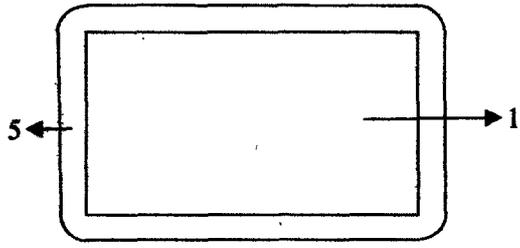
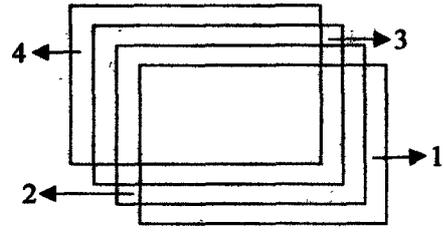

图1
图2
权利要求书1页 说明书3页 附图1页
本发明是利用回收的因液晶显示面板破损而失去显示功能的平板液晶电视或台式电脑液晶显示器创造的新产品,展屏有壁挂式和立式两种款式,壁挂式展屏(图1)是由壳体、底座或挂架、电源线、插头、开关、电源、控制系统、主板、透明玻璃、背板、安装有LCD或LED背光源的封装板及封装组件、展屏组装部件组合构成。
1. 展屏,其特征是,本发明是利用回收的因液晶显示面板破损而失去显示功能的平板液晶电视或台式电脑液晶显示器创造的新产品,展屏有壁挂式和立式两种款式,壁挂式展屏(图1)是由壳体、底座或挂架、电源线、插头、开关、电源、控制系统、主板、透明玻璃或彩色玻璃、背板、安装有LCD或LED背光源的封装板及封装组件、展屏组装部件组合构成,安装平面广告组合结构(图2)是由透明玻璃(1),平面广告(2),背板(3)同规格叠加在一起与内侧安装有LCD或LED背光源的封装板(4)组合用螺丝封装成一体再通过螺丝固定在壳体(5)内,用螺丝封装外壳,重复按开关点亮或关闭展屏,背光源受控于电源和主板及开关,电源及展屏开关单机控制,可配置集中统一控制管理系统,同时或定时开关。
[0004] 本发明解决其技术问题所采用的技术方案是:展屏,其特征是,本发明是利用回收的因液晶显示面板破损而失去显示功能的平板液晶电视或台式电脑液晶显示器创造的新产品,展屏有壁挂式和立式两种款式,壁挂式展屏(图1)是由壳体、底座或挂架、电源线、插头、开关、电源、控制系统、主板、透明玻璃、背板、安装有LCD或LED背光源的封装板及封装组件、展屏组装部件组合构成,所回收的电器除液晶显示面板破损以外其他部分如壳体,底座,挂架,电源线,插头,开关,电源电路板,控制系统,主电路板,液晶面板封装部分,LCD或LED背光源等部件是完整完好的或大部分完好,对部分完好的在同一品牌同一型号里组合再利用,通过拆解显示器将破损部分移除,移除液晶显示面板的空间安装同尺寸透明玻璃,透明玻璃与背板之间安装平面广告等,广告内容制作的方式可以根据内容和效果的需要确定,比如永久性,阶段定性,临时性,展示的内容可以通过彩绘的方式绘制在透明玻璃面上,也可以通过写真制作安装在透明玻璃与背板之间,也可以采用彩色玻璃制作完全以色彩为主题创作的艺术作品展出,展示彩色玻璃技艺,背板不仅起平整固定广告的作用,因为展屏内安装有LCD或LED背光源,背板会使背光源的光透过时更加均匀柔和使展屏的视觉效果更加赏心悦目,通过光源的光增强展示效果,安装平面广告组合结构(图2)是由透明玻璃(1),平面广告(2),背板(3)同规格叠加在一起与内侧安装有LCD或LED背光源的封装板(4)组合用螺丝封装成一体再通过螺丝固定在壳体(5)内,最后用螺丝封装外壳,将展屏安装在墙壁上,将展屏安装在墙壁上,接通电源,重复按下开关点亮或关闭展屏,背光源受控于电源和主板及开关,电源及展屏开关单机控制,根据需要可以配置集中统一控制管理系统,同时或定时开关。
[0007] 图1壁挂式展屏。图2安装平面广告组合结构。
[0009] 壁挂式展屏(图1)是由透明玻璃(1),加装平面广告(2),背板(3),同规格叠加在一起与内侧安装有LCD或LED背光源的封装板(4)组合用螺丝封装成一体再通过螺丝固定在壳体(5)内,用螺丝封装外壳,将展屏安装在墙壁上,接通电源,重复按开关。
本发明是利用回收的因液晶显示面板破损而失去显示功能的平板液晶电视或台式电脑液晶显示器创造的新产品，展屏有壁挂式和立式两种款式，壁挂式展屏(图1)是由壳体、底座或挂架、电源线、插头、开关、电源、控制系统、主板、透明玻璃、背板、安装有LCD或LED背光源的封装板及封装组件、展屏组装部件组合构成。